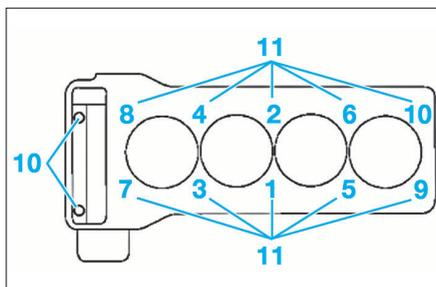
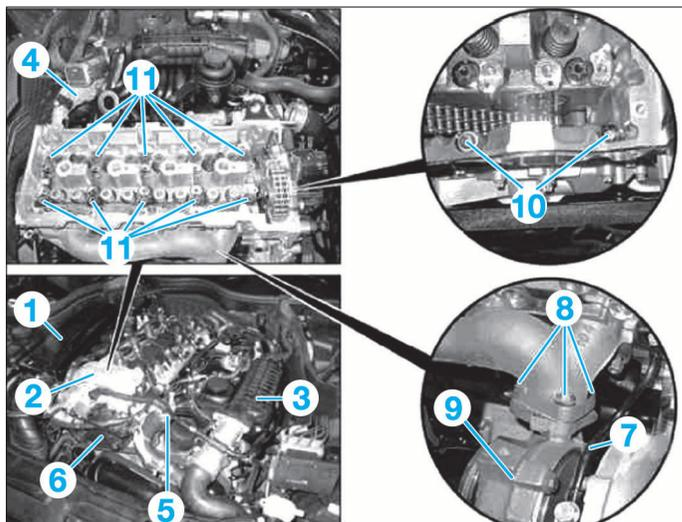

FIG. 57
FIG. 56
- la boîte à air (1) (Fig.56).
- le couvre-culasse (2).
- le distributeur d'air de suralimentation (3).
- le refroidisseur de gaz d'échappement recyclés (4).
- Débrancher les durites au niveau du boîtier de thermostat (5).
- la pompe haute pression carburant (6) (voir opération concernée).
- la conduite d'arrivée d'huile (7) du turbocompresseur.
- les 3 vis (8).
- le turbocompresseur (9).
- les 2 vis (10).
- Desserrer progressivement et par passes successives dans l'ordre inverse (Fig.57) les vis de culasse (11) puis les déposer.
- serrer les vis de culasse en ordre croissant (Fig.57) et au couple.